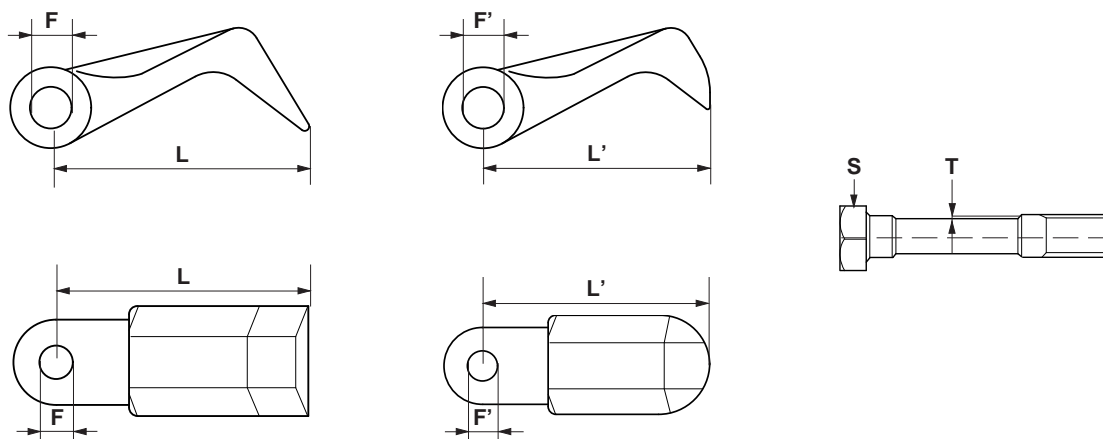

fig.21
- Der Durchmesser des Befestigungslochs «F» darf im Bezug zum Originaldurchmesser keine Unrundheit über 2 mm aufweisen (fig.21).
- Die Länge «L» der Messer darf nicht weniger als 15 mm im Bezug zur Originallänge ausmachen (fig.21).
- Der Verschleiß «T» des Bolzens mehr als 2 mm ausmacht (fig.21).